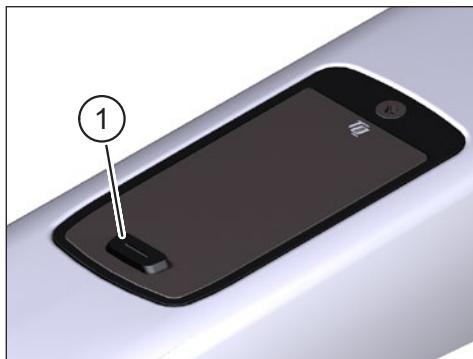

Fig. 2: Display
- Allumez le système en appuyant **brièvement** sur le bouton-poussoir (élément 1 Fig. 2) de l'Display.
- Éteignez le système en appuyant **longuement** sur le bouton-poussoir (élément 1 Fig. 2) de l'Display.